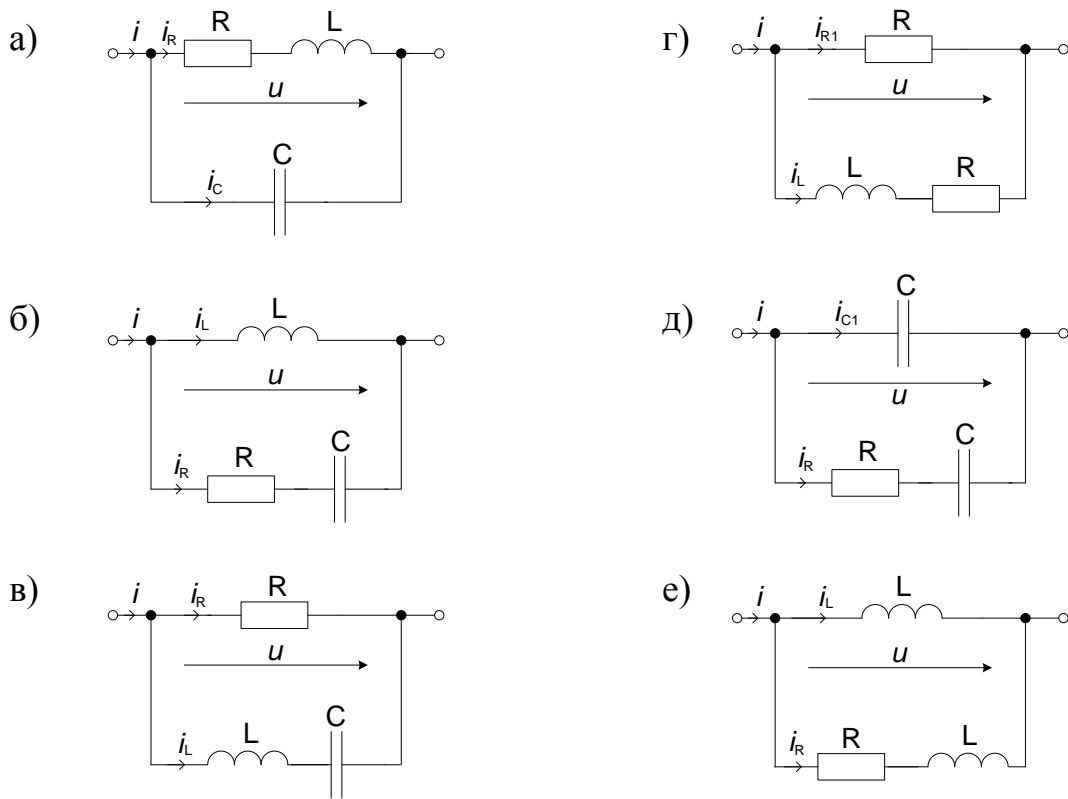

Рис. 64. Электрические схемы (задание 4)
1. Для электрической цепи (рис.64) выполнить задание, указанное в табл.10 (параметр G - проводимость элемента) и построить векторную диаграмму токов и напряжений.